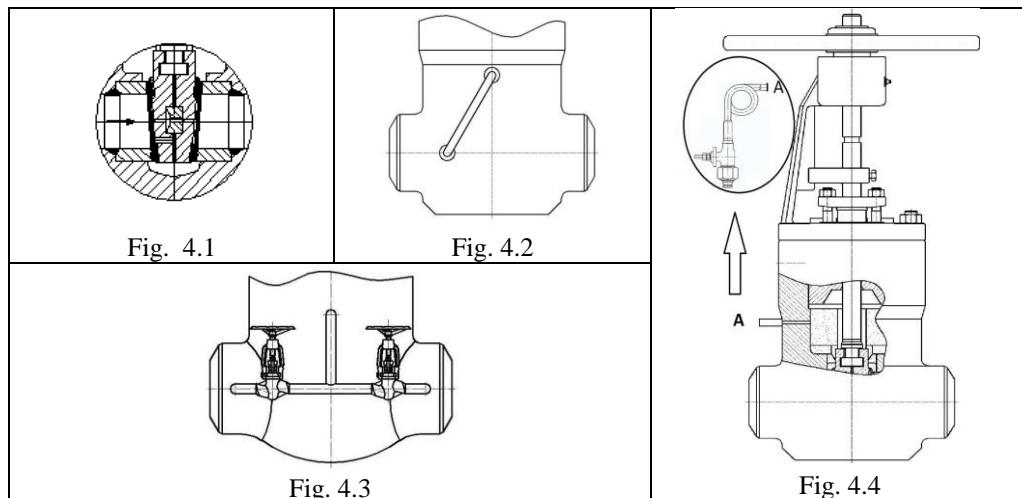

Рис. 4. Исполнения предохранительного устройства избыточного давления
- Произвести подтяжку всех соединений в диаметрально-противоположном порядке согласно указанным моментам для предотвращения их ослабления в процессе длительного хранения (Рис.4).
высокое давление. Для предотвращения отказа или повреждения деталей, связанных с давлением, задвижки должны быть оснащены некоторыми из представленных конструктивных решений (рисунок 4). Для задвижек, где поток всегда находится в одном направлении, задвижка снабжается простейшим предохранительным устройством избыточного давления с отверстием в клине / седле (рисунок 4.1) или уравнительным трубопроводом (рисунок 4.2). Когда задвижка двунаправленна, предохранительное устройство от избыточного давления должно быть обеспечено путем соединительных трубопроводов и байпасных клапанов (рис. 4.3). Одним из утвержденных исполнений является установка предохранительного клапана в корпусе задвижки (рисунок 4.4).)